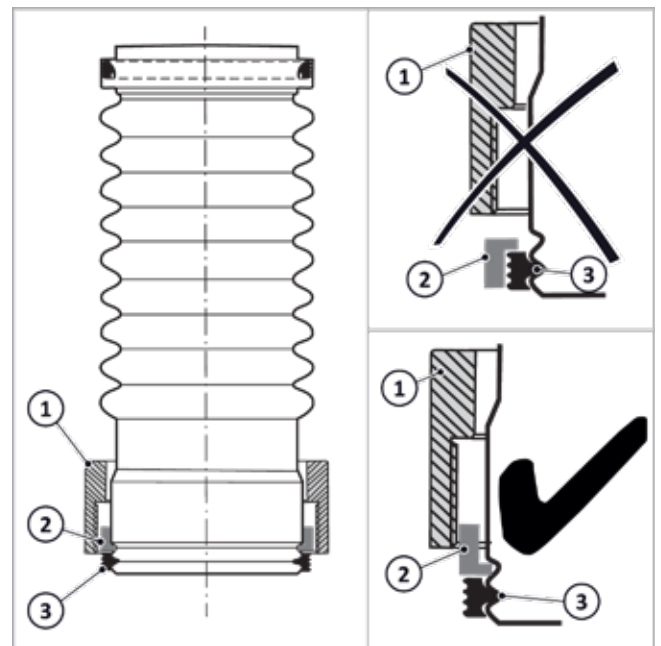

Fig. 17: raccordo a vite inserito
1. Secondo → fig. 17 spingere il dado di sicurezza (1), l'anello elastico (2) e la guarnizione (3) nell'estremità inferiore del raccordo per lo scarico dei fumi.